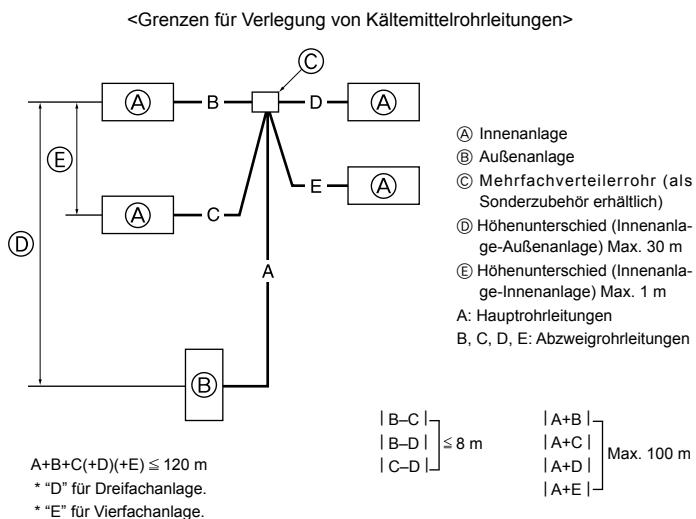

Fig. 4-9
4.8. Für Doppel-/Dreifach-/Vierfach-Kombination (Fig. 4-9)